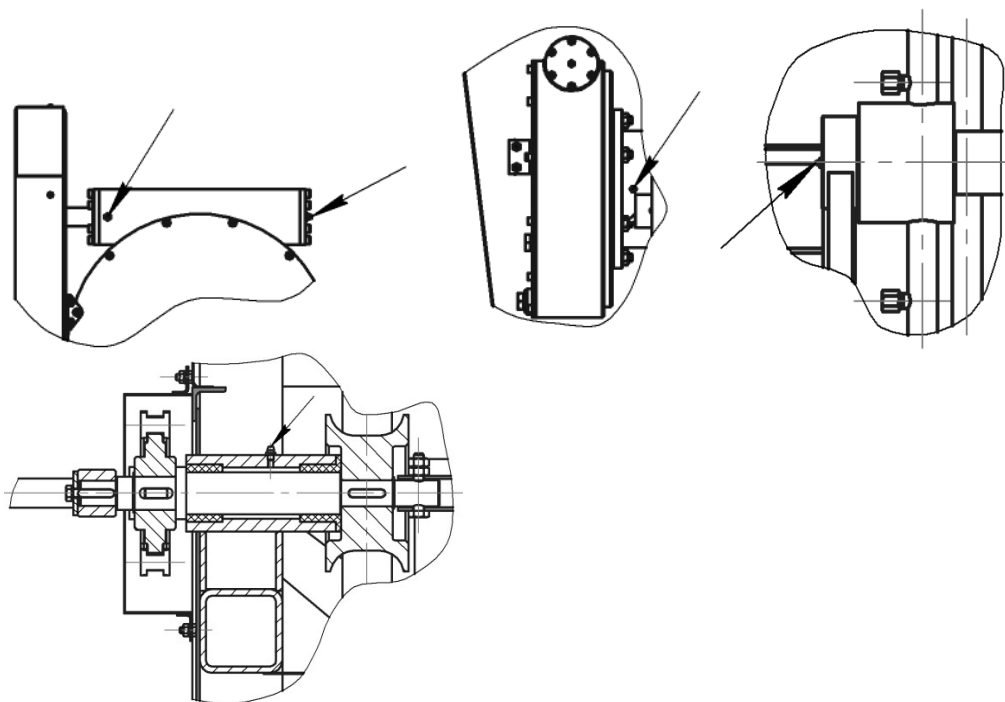

Рисунок 7 – Точки смазки установки
- 8.2 Не реже одного раза в 6 месяцев смазывайте через пресс-масленки подшипники и втулки редуктора, коллектора и роликов. Точки смазки указаны на рис. 7. В качестве смазки рекомендуется применять Литол-24 либо другие аналогичные по своим свойствам пластичные смазки ***стойкие к воздействию воды.***